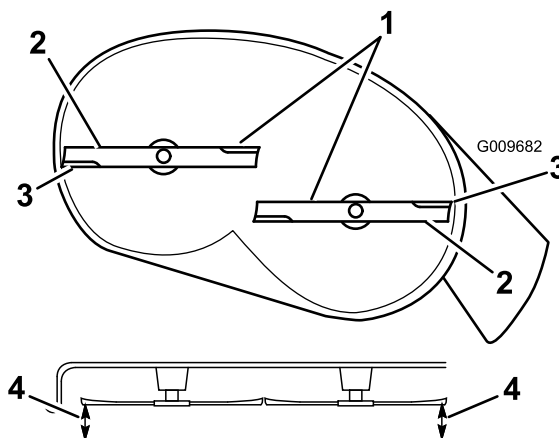

Figure 51
5. Tournez prudemment les lames pour qu'elles soient parallèles dans le sens transversal (Figure 51). Mesurez la distance entre les tranchants extérieurs et le sol plat (Figure 51). Si les deux mesures diffèrent de plus de 5 mm (3/16 po), un réglage s'impose. Poursuivez la procédure.